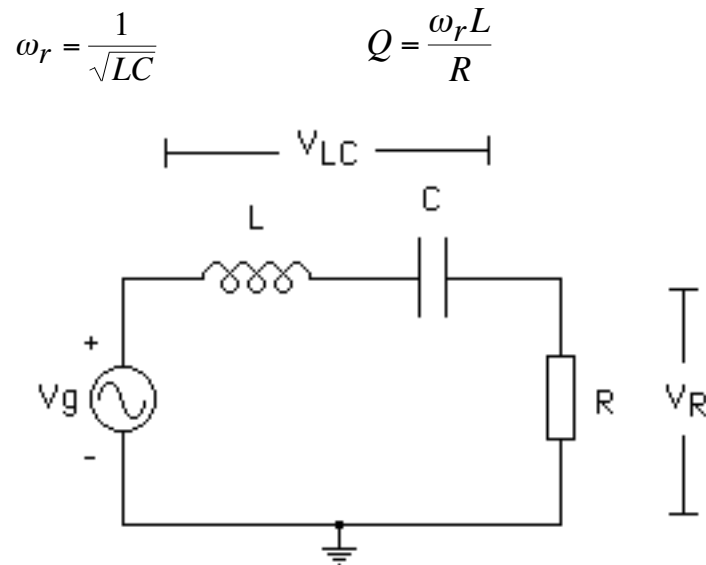

Figura 6.1. Circuito RLC serie
- 1.- Haga un esquema de la respuesta en frecuencia del circuito RLC serie mostrado en la Figura 6.1. Defina los conceptos de frecuencia de resonancia (ω_r), frecuencia de corte inferior (ω_1), frecuencia de corte superior (ω_2) y ancho de banda ($BW = \omega_2 - \omega_1$) e identifique estos parámetros sobre el esquema realizado. Defina el factor de calidad (Q) de dicho circuito. A partir de los valores de la resistencia, el condensador y la inductancia indicados por su profesor, determine el valor teórico de la frecuencia de resonancia ω_r y del factor de calidad Q del circuito, donde:
- 3.- Explique el procedimiento para determinar experimentalmente el ancho de banda ($BW = f_2 - f_1$) y el factor de calidad (Q) del circuito de la figura 6.1.
- 4.- Considerando que la salida del circuito de la Figura 6.1 es V_R , explique el principio de operación que hace de dicho circuito un filtro pasa-banda pasivo.
- 5.- Realice un análisis AC SWEEP en SPICE del circuito de la Figura 6.1 con los valores indicados por su profesor para graficar la magnitud del voltaje V_R , aplicando una fuente de voltaje de 1 V de amplitud y variando la frecuencia de 100 Hz a 1 MHz (escala logarítmica). Identifique la frecuencia de resonancia y las frecuencias de corte en la gráfica de SPICE.
- 6.- Dibuje el circuito de la Figura 6.1 de forma que la resistencia tenga una conexión común con el positivo de la fuente y por lo tanto el voltaje V_{LC} , considerado ahora como la salida del circuito, quede referido a tierra. Explique el principio de operación que hace de este circuito un filtro elimina-banda pasivo.
- 7.- Realice un análisis AC SWEEP en SPICE del circuito de la Figura 6.1 con los valores indicados por su profesor para graficar la magnitud del voltaje V_{LC} , utilizando las mismas condiciones anteriores. Identifique la frecuencia de resonancia y las frecuencias de corte en la gráfica de SPICE.
- 8.- Dibuje el circuito de la Figura 6.1 de forma que el condensador tenga una conexión común con la tierra de la fuente y por lo tanto el voltaje V_C , considerado ahora como la salida del circuito, quede referido a tierra. Explique el principio de operación que hace de este circuito un filtro pasa-bajo pasivo (de segundo orden).
- 9.- Realice un análisis AC SWEEP en SPICE del circuito de la Figura 6.1 con los valores indicados por su profesor para graficar la magnitud del voltaje V_C , utilizando las mismas condiciones anteriores. Determine en la gráfica de SPICE la magnitud del voltaje V_C para la frecuencia de resonancia del circuito y la frecuencia de corte del filtro pasa-bajo pasivo.
- 10.- Dibuje el circuito de la Figura 6.1 de forma que la inductancia tenga una conexión común con la tierra de la fuente y por lo tanto el voltaje V_L , considerado ahora como la salida del circuito, quede referido a tierra. Explique el principio de operación que hace de este circuito un filtro pasa-alto pasivo (de segundo orden).
- 11.- Realice un análisis AC SWEEP en SPICE del circuito de la Figura 6.1 con los valores indicados por su profesor para graficar la magnitud del voltaje V_L , utilizando las mismas condiciones anteriores. Determine en la gráfica de SPICE la magnitud del voltaje V_L para la frecuencia de resonancia del circuito y la frecuencia de corte del filtro pasa-alto pasivo.